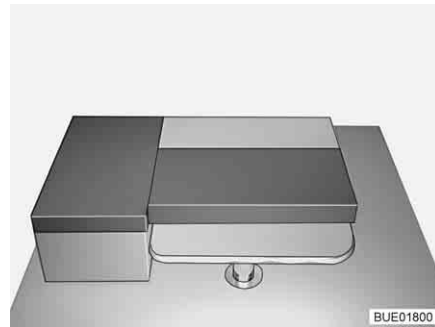

Bild 106 Efter ombyggnaden
- Lägg den långa sittdynan mellan sittdynan och väggen (se Bild 106).